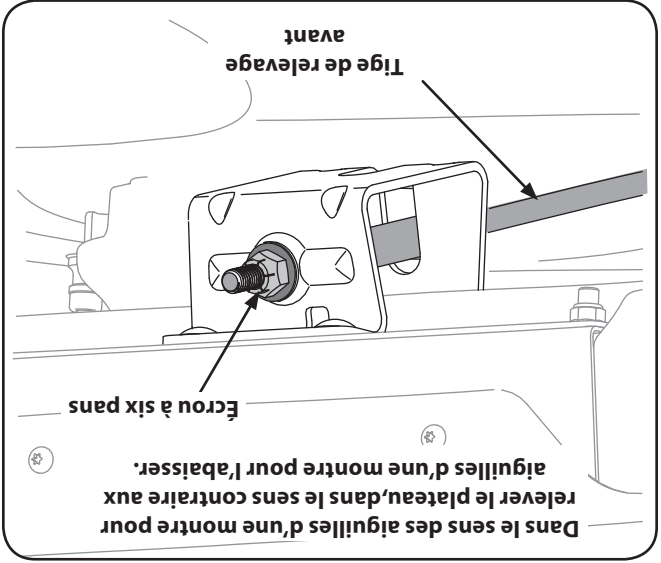

Figure 6-5
5. Utilisez une clé pour relever ou abaisser l'avant du plateau de coupe en tournant le contre-écrou sur la tige de relevage avant du plateau de coupe. Voir la Figure 6-5.